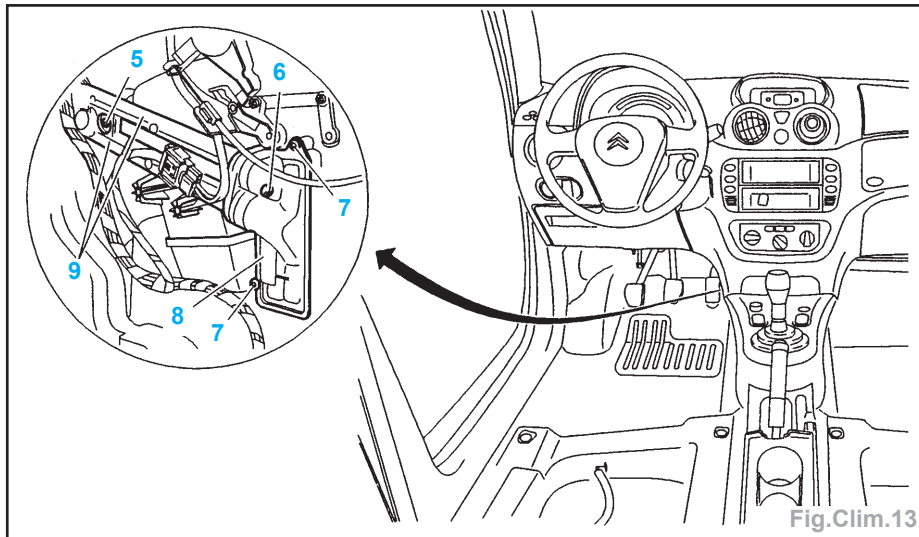

Fig.Clim.13
- Déposer la vis (2).
- Ecarter la plaque de maintien (1) du tablier.
- Déposer (Fig.Clim.13) :
- la vis (5),
- la vis (6),
- les vis (7).
- Déclipper et tirer l'aérotherme (8).
- Désaccoupler la conduite d'eau (9) de l'aérotherme (8).
- Déposer l'aérotherme (8).